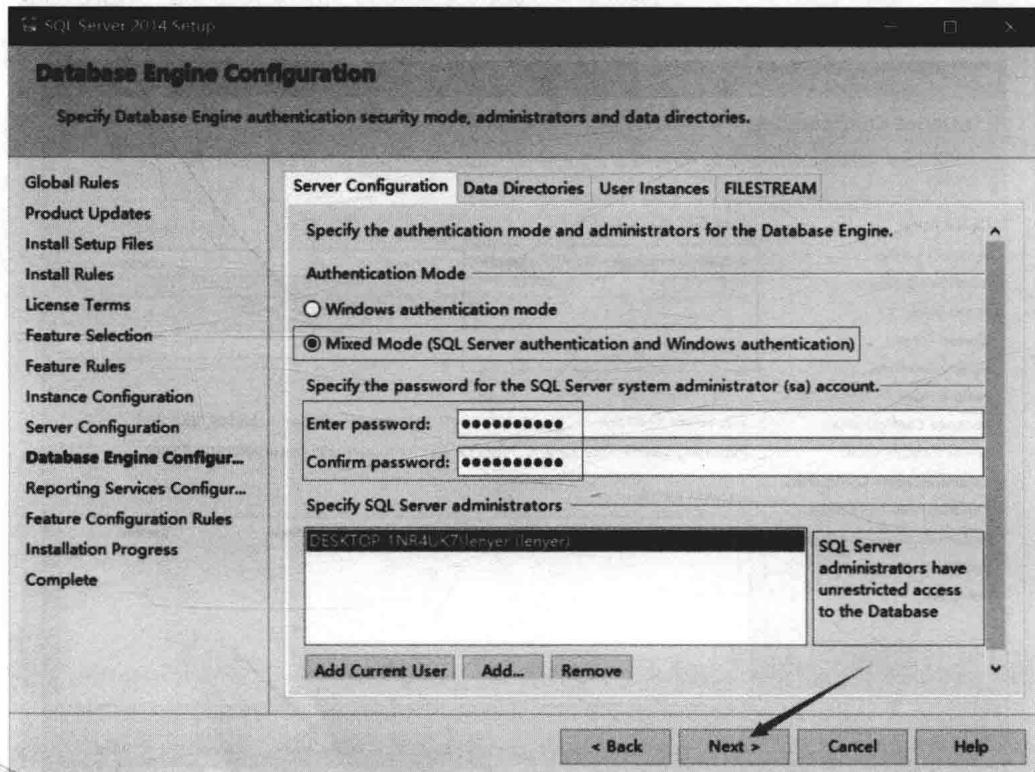

图 2-13
(8) 在【Database Engine Configuration】对话框的“Authentication Mode（验证模式）”中选择“Mixed Mode”，即 SQL Server 和 Windows 双认证（添加“混合的认证方式下，不管使用 Windows 用户名还是 SQL 用户名都可以登录”）。然后设置【sa】的密码（提示：密码设置可以是大写或小写字母和数字），如图 2-13 所示，最后单击【Next】选项。